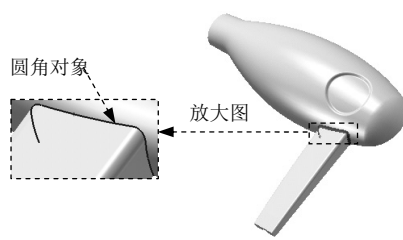

图 6.15.33 圆角 3
Step31. 添加圆角 3。要圆角的对象为图 6.15.33 所示的边线，圆角半径值为 3.00。